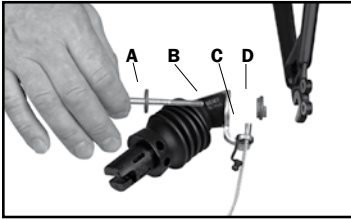

Bild 2
1. Legen Sie die Feststellbremse so auf den Wanneneboden, dass das Knie des Hebels nach oben weist. Der Hebel muss zu den Laufrädern zeigen. Siehe Bild 2
5. Hängen Sie die Rückholfedern in die schon montierten Aufnahmen an Bremse und Wanne ein. Siehe Bild 2